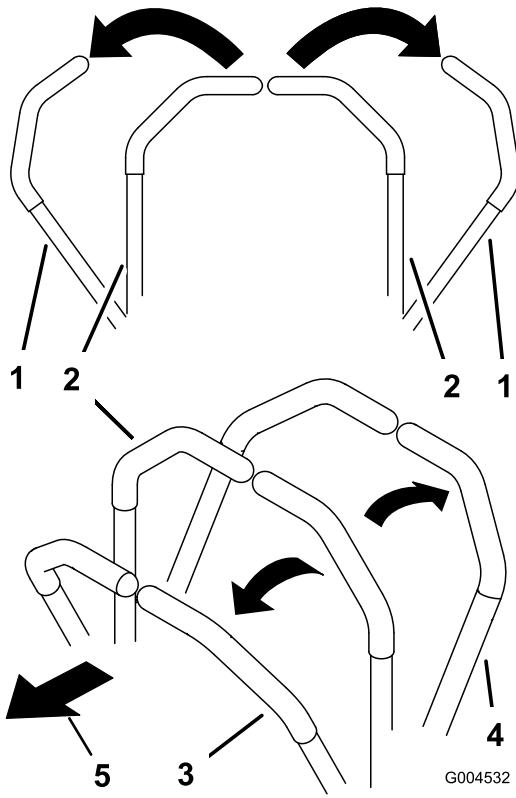

Figura 26
- Para ir hacia adelante en línea recta, empuje lentamente las palancas de control de movimiento hacia adelante (Figura 26).
- Para ir hacia atrás en línea recta, tire lentamente de las palancas de control de movimiento hacia atrás (Figura 26).
- Para girar, ralentice la máquina tirando hacia atrás de ambas palancas, y luego empuje hacia adelante la palanca del lado opuesto del sentido de giro (Figura 26).